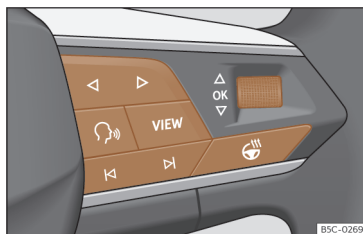

Fig. 10 Lado direito do volante multifunções: botões para utilizar os menus e as indicações informativas do painel de instrumentos (segundo versões).
Enquanto existir uma advertência com prioridade 1 >>> Página 26, não será possível aceder a nenhum menu. Algumas advertências podem ser confirmadas e ocultadas com o botão OK do volante multifunções >>> Fig. 10.
- Se aparecer uma mensagem ou o pictograma de um veículo, pressione o botão **OK** >>> **Fig. 10**; se for necessário, várias vezes.